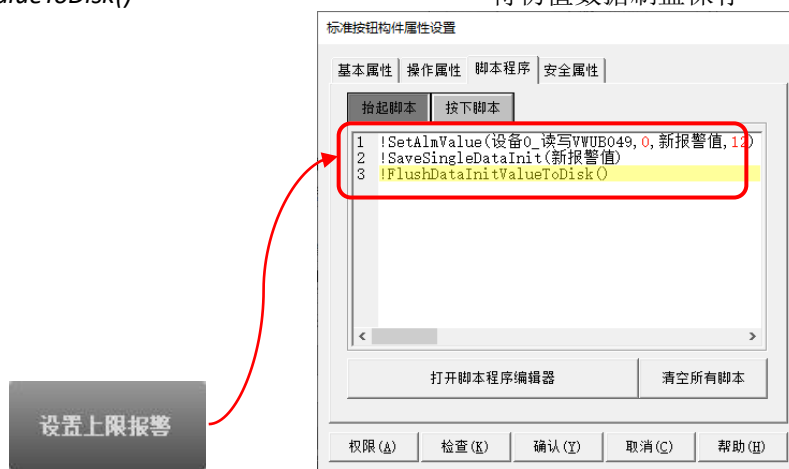

图 4.4-7 添加脚本
- 将工程下载到 TPC 正常运行，可以通过输入框向变量“新报警值”赋值，再通过图 4.4-7 中组态的“设置上限报警”按钮，将变量“新报警值”的当前值设置为变量“设备 0_读写 VWUB049”的上限报警值。